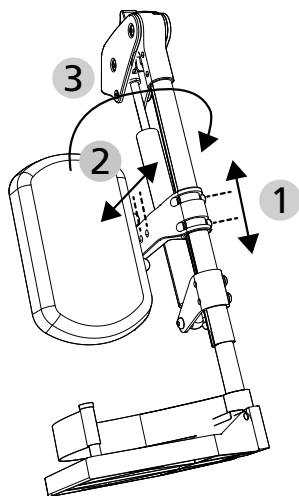

fig.56
1. Løsn de 2 unbrakoskruer 5 mm ved holderen for at indstille højden. Efter indstillingen, i 30 mm trin (1, fig. 56) fastgøres skrueerne igen i hulmønstret.
2. Løsn unbrakoskruen 5 mm for at indstille dybden. Efter indstillingen, i 20 mm trin (2, fig. 56) fastgøres skruen igen i hulmønstret.